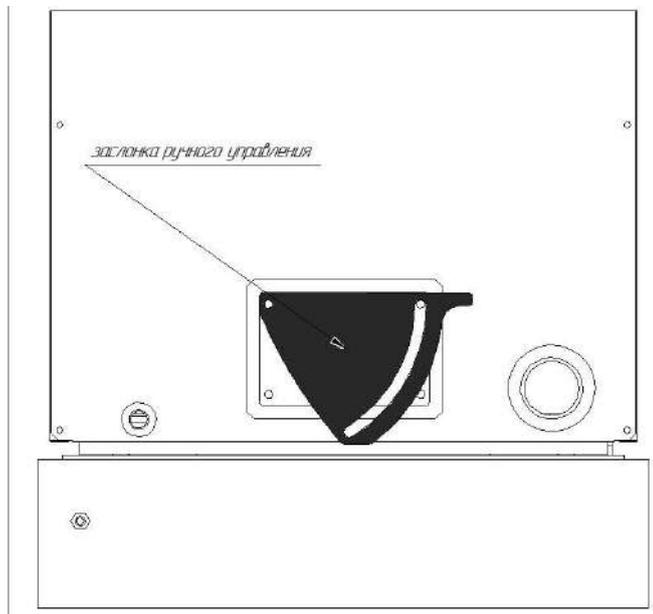

Рис. 11
- установить на фланец заслонку ручного управления, которая входит в комплект поставки смотри рис. 11,